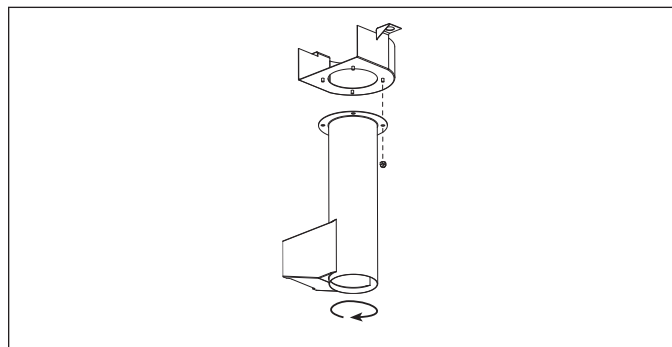

Figura 17.
- F. Rote la parte inferior del tambor de barreno 180° y fíjela a la parte superior con cuatro tuercas y arandelas (ver Figura 17).